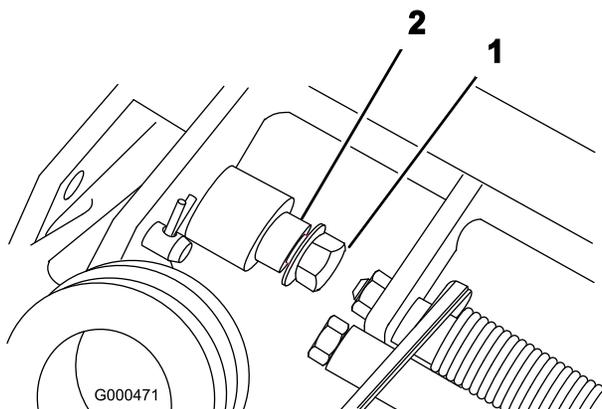

Figura 7
1. Retire la contratuerca de arandela prensada del perno y del bulón en cada lado del cortacésped (Figura 7).